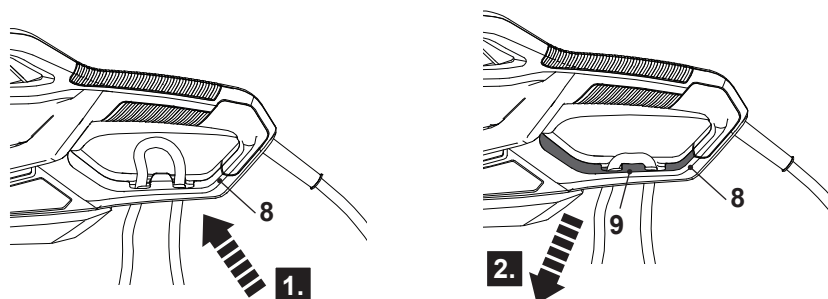

Fig. 2
1. Doble el cable alargador hacia atrás, a unos 30 cm del extremo y pase el nudo por el agujero de la protección trasera (8) (Fig. 2, paso 1).
2. Páselo por el retenedor del cable (9) y tire suavemente de él para asegurarse de que está bien sujeto (Fig. 2, paso 2).